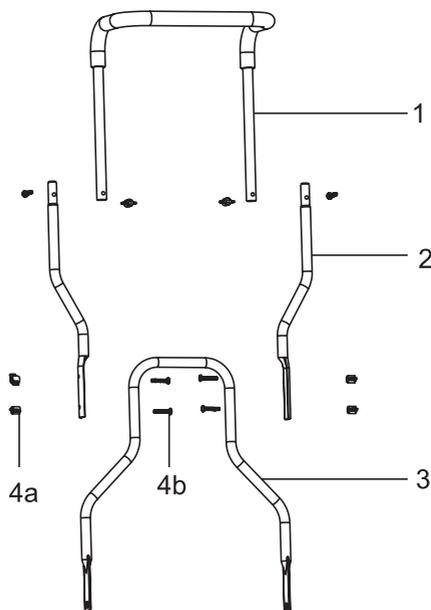

Рис. 1
1. Вставьте штанги верхней части рукоятки (2) в рукоятку (1).
2. Зафиксируйте их при помощи болтов (4b), затем закрепите штанги рукоятки с обеих сторон с помощью фиксатора (4a) (Рис. 1).
3. Совместите свободные концы верхней части рукоятки (2) со штангами нижней части рукоятки (3).
4. Зафиксируйте штанги верхней и нижней части рукоятки при помощи двух болтов с каждой стороны, затем закрепите узел оставшимися фиксаторами (4b) (Рис. 1). Не перетягивайте болты и фиксаторы, чтобы избежать повреждения рукоятки.